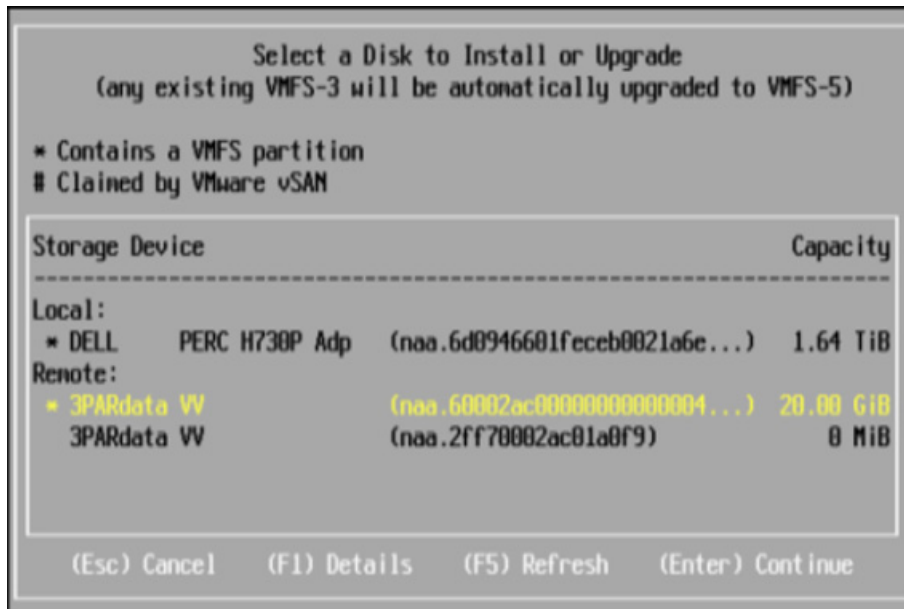

Ilustración 6-24. VMware iSCSI BFS: Selección de un disco que instalar
5. En la ventana Select a Disk to Install Or Upgrade (Seleccionar un disco para instalar o actualizar), en **Storage Device** (Dispositivo de almacenamiento), seleccione el disco **3PARdata W** y, a continuación, pulse la tecla INTRO. La Ilustración 6-24 muestra un ejemplo.